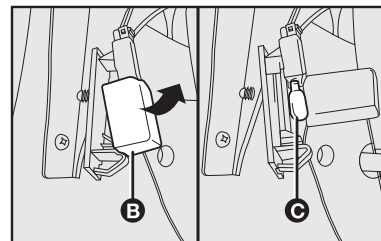

fig. 24
- abrir la cobertura de la lámpara **B-fig. 24** y sustituir la lámpara **C-fig. 24** insertada a presión;
- cerrar la cobertura **B-fig. 24** en el grupo transparente;